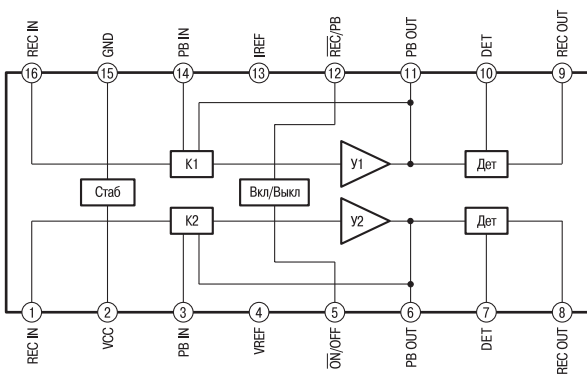
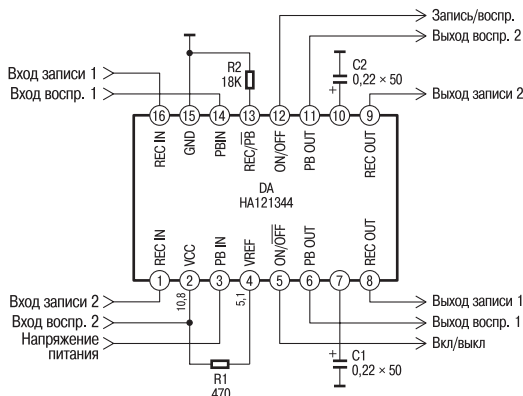

Рис. 6. Структурная схема ИС HA12134A
Рис. 7. Схема включения ИС HA12134A
К числу простейших микросхем первого типа, включающих в себя элементы системы Dolby B, относятся, например, ИС CXA1102, CXA1553 (Sony), HA12134AF, HA12153 (Hitachi), LM1131 (NS), TEA0657, TEA0678 (Philips). На рис. 6 показана структурная схема, а на рис. 7 – схема включения ИС HA12134A, использующаяся в магнитофонных панелях музыкальных центров CX-N550G, CX-N540, SX-FN550, SX-N520 фирмы Aiwa. Эта двухканальная микросхема предназначена для работы как в режиме записи, так и в режиме воспроизведения. Переключение режимов и коммутация цепей обратной связи усилителей производится по сигналу REC/PB на выводе 12.